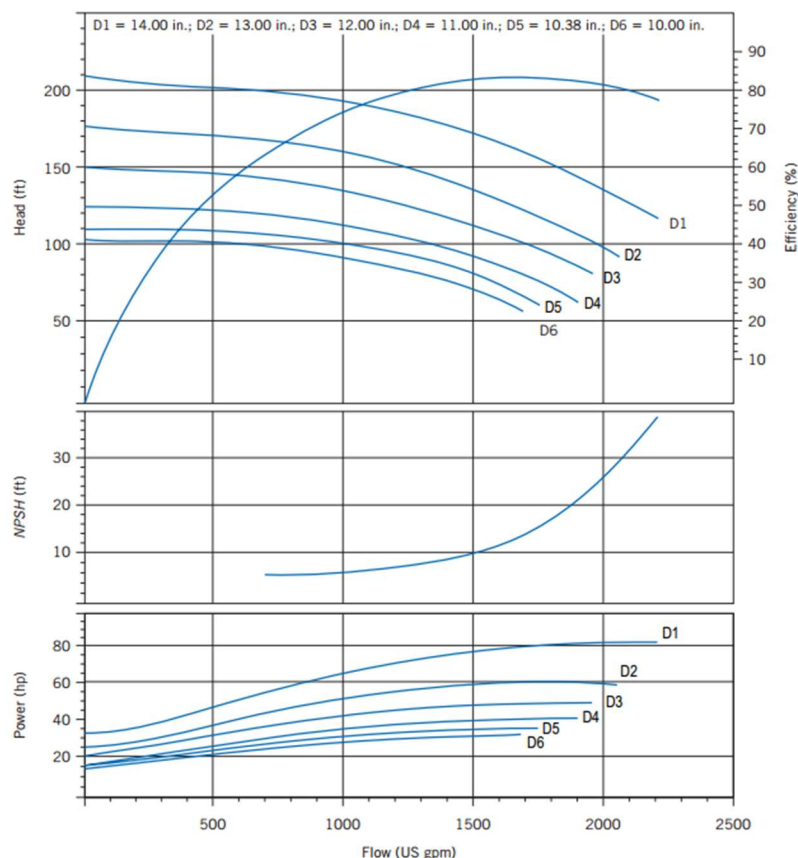

Figura 1. Curvas de desempenho para bomba centrífuga.
- Grupo 01** – Escreva um código computacional que resolva o problema mostrado a seguir. Propõe-se utilizar uma bomba de 13 in e outra de 12 in (ver Figura 1), em paralelo para fornecer água a 30 °C. A curva da  $H_{\text{sistema}}$  pode ser determinada a partir dos parâmetros de vazão e carga do sistema, apresentados na Tabela 1. Utilizando o método analítico, determine: